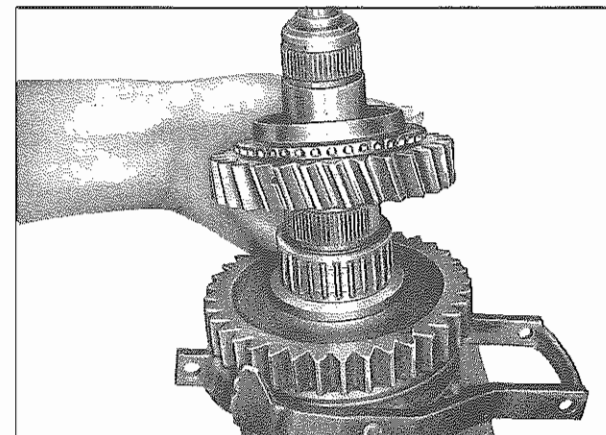

Fig. 30 - Ingranaggio della 2a marcia
- Montare la gabbia a rullini **(419)** e l'ingranaggio della 2a marcia **(418)** con la dentatura di accoppiamento verso l'alto sull'albero primario (**Fig. 30**).
- Slide needle cage **(419)** and second gear wheel **(418)** with clutch teeth up onto main shaft (**Fig. 30**).